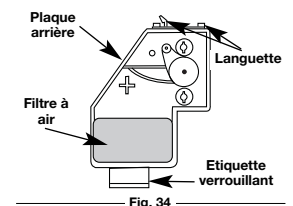

Fig. 34
- Retirez le filtre à air (Fig. 34).